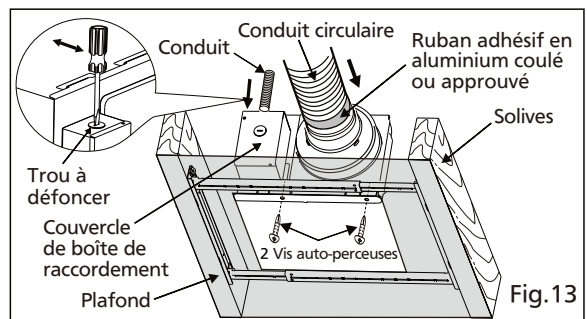

Fig.13
3. Installez l'adaptateur de support Flex-Z Fast™ en utilisant 2 vis auto-perceuses. (Voir Fig.13)